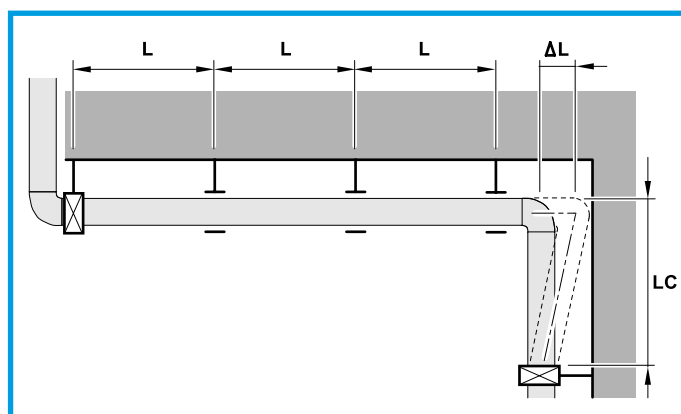

Figura 7 - Instalação livre
■ Quando empregamos colares corrediços podemos também prever um compensador de dilatação em braço flexível (Figura 7).